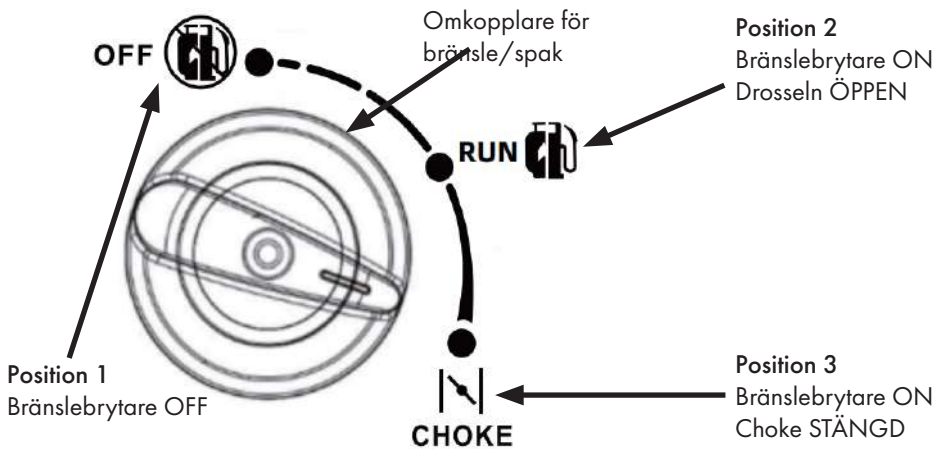

fig. 12
- Vrid bränsle-/chokerväxeln till läge 3 för kallstart. Se fig. 12 för korrekt kallstartsposition.
- Upprepa samma procedur som vid kallstart, men vrid bränsle-/chokerväxeln till läge 2 för varmstart. Se fig. 12 för korrekt position för varmstart.
- Stäng bränsle/strömbrytaren genom att ställa den i läge 1. Se bild 12.